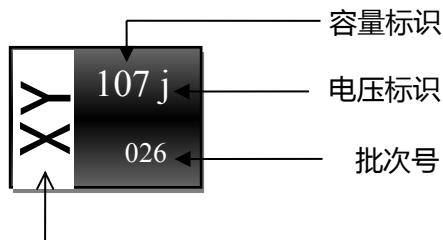

图2 产品标识图
- (1) 商标及正极标识
- (2) 标称电容量
- (3) 额定工作电压
5.2 标志说明(举例): 见图2。